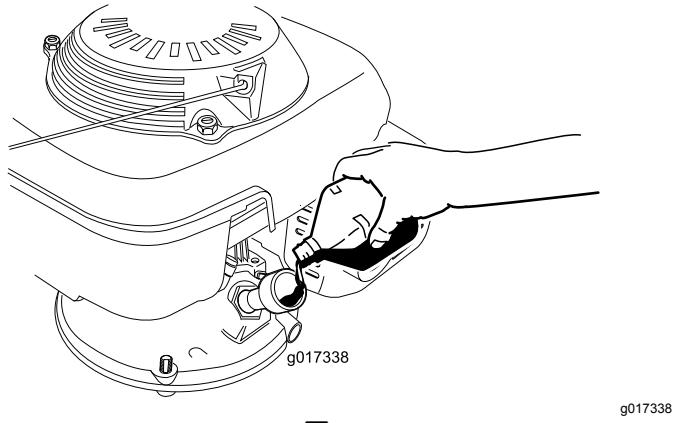

图7
3. 慢慢将机油倒入注油孔等待 3 分钟将量油尺擦干净后插入注油孔不是拧入加油盖 (图7) 检查量油尺上的机油油位。